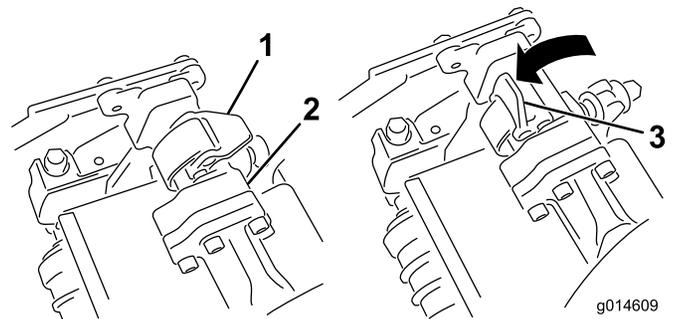
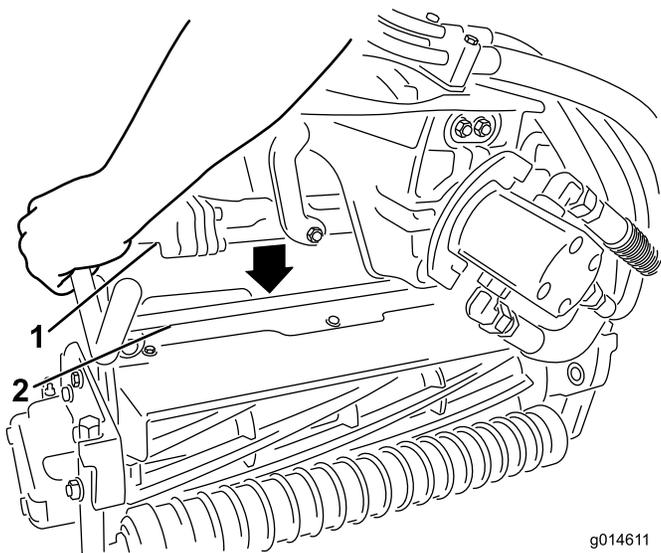

図 13
図 14
9. サスペンション・アームのバーについているラッチを上向き（開いた状態）にして（図 13）、サスペンション・アームを押し下げて、バーを、カッティングユニットのバーの上に被せるようにする（図 14）。
10. ラッチを下げて閉じるとカuttingユニットのバーがロックされてユニットがアームにセットされる (図 13)。